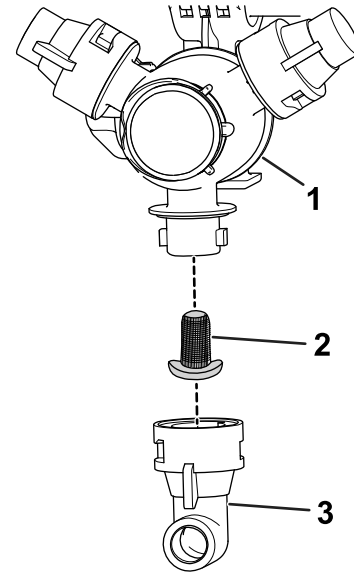

図 147
2. タレットからノズルを外す 図 147。
3. 古いノズルフィルタ 図 147を外す。
4. 新しいノズルフィルタを取り付ける 図 147。
5. タレットにノズルを取り付ける 図 147。